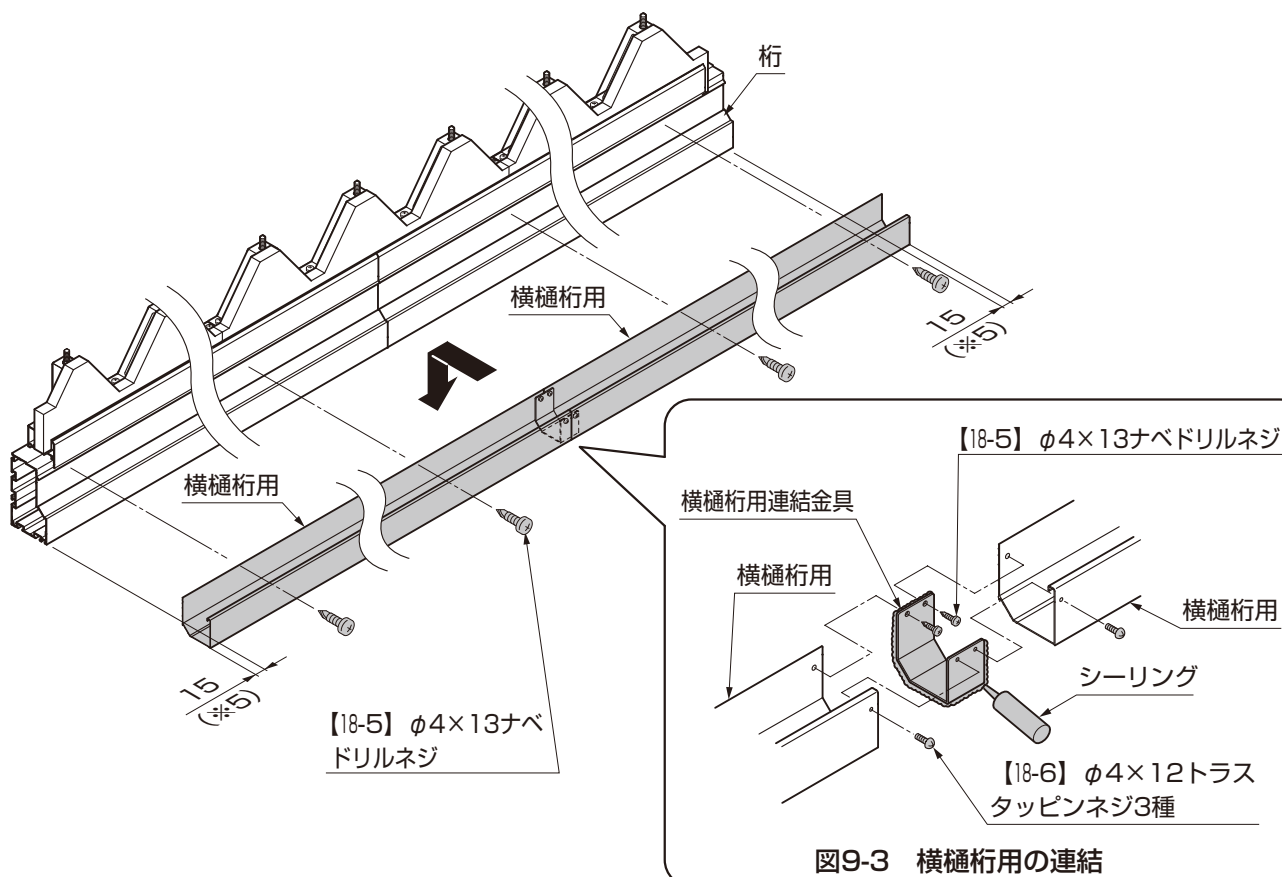

図9-3 横樋桁用の連結
- 横樋桁用連結金具と横樋桁用の接触部分にシーリングをしてください。(図9-3参照)
- ④桁(水下用)も同様に横樋を取付けてください。